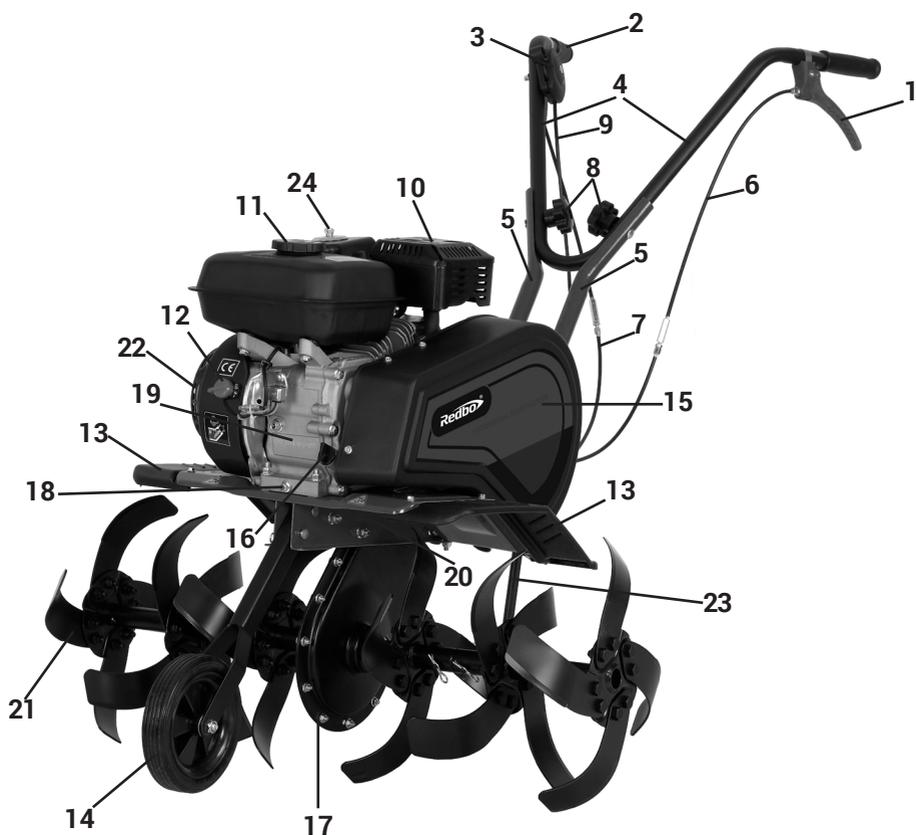

рис.1
Двигатель работает на неэтилированном бензине АИ-92. Он оснащён мембранным карбюратором и электронной системой зажигания. Для запуска двигателя служит ручной стартёр. Органы управления культиватором (рычаги привода фрез для движения «вперёд» / «назад» и рычаг управления дроссельной заслонкой (рычаг газа) расположены на рукоятке управления (рис.1 поз.4). На двигателе находятся выключатель зажигания (положения «ON» и «OFF»), воздушная заслонка (положения «открыто» и «закрыто») и топливный кран (положения «ON» и «OFF»).
5. Общий вид культиватора представлен на рис. 1
Двигатель культиватора и передаточный механизм закреплены на раме (рис.1 поз.20). Коленчатый вал двигателя, расположенный горизонтально, передаёт крутящий момент, ремёнными передачами, на большой двухручье́вый шкив, закреплённый на ведущем валу с приводной звёздочкой цепи. Передача вращения с ведущего вала на приводной вал фрез осуществляется цепной передачей. При нажатии на один из рычагов управления приводом фрез (рис.1 поз.1 или 2), ролик прижимного механизма натягивает один из ремней и большой шкив с ведущим валом приводной звёздочки цепи начинает вращаться. Ведомая звёздочка с валом редуктора передаёт вращение на фрезы культиватора. При движении «вперёд» (нажат рычаг поз. 2 рис.1) фрезы культиватора производят обработку грунта. Движение «назад» (нажат рычаг поз.1 рис.1) применяется для отвода культиватора после обработки, при невозможности его разворота (мешают кусты, опоры, деревья).
- Установите верхнюю рукоятку управления на нижнюю, и используя болты с гайкой из комплекта крепежа прикрепите верхнюю рукоятку (рис.1 поз.4) с помощью гайки-барашка (рис.1 поз.8) как показано на рисунке 3.
- Раскрутите винтовое соединение рычага управления дроссельной заслонкой (рис.1 поз.3);
- Прикрепите трос управления дроссельной заслонкой (рис.1 поз.9) так, чтобы он располагался с внутренней стороны;
- Раскрутите винтовое соединение рычага привода фрез (рис.1 поз.1 и поз.2);
- Установите регулятор глубины вспашки (рис.1 поз.23) на раму культиватора;
- Выкрутите пробку-щуп (рис.1 поз.16) из маслозаливной горловины и залейте в картер масло необходимой марки до нижнего края горловины. Вставьте сухой чистый щуп в горловину картера и извлеките его. Проверьте уровень масла, граница смоченной области щупа должна располагаться между отметками минимального и максимального уровней.
- Открутите крышку топливного бака (рис.1 поз.11). Заливайте бензин в топливный бак не более чем на 1 см ниже уровня основания заливной горловины. Перед запуском двигателя тщательно протрите крышку бензобака, удалив возможные при заправке брызги топлива. Избегайте повторного или длительного контакта с кожей или вдыхания паров бензина.
Перед запуском убедитесь, что рычаги привода фрез (рис.1 поз.1 и 2) не нажаты.
- Перевести выключатель зажигания (рис.1 поз.12) в положение **ON** – включено.